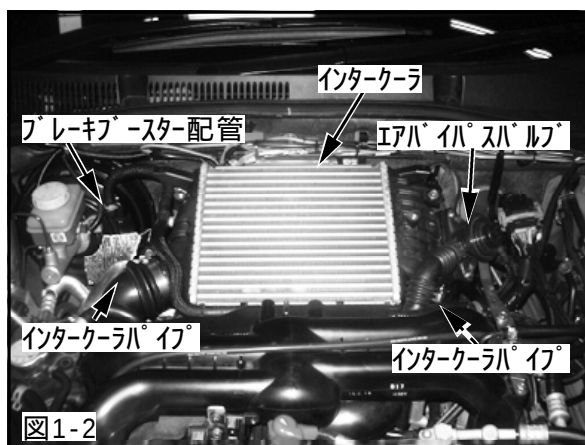

図1-2
(2) インタークーラ、インタークーラパイプ(2本)、エアバイパスバルブ、ブレーキブースター配管を取外してください。(図1-2)